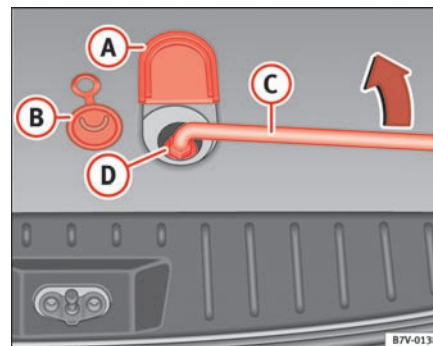

Fig. 153 Sådan tages reservehjulet ud.
1. Løft afdækningen ① ⇒ fig. 153 i bunden af bagagerummet ved siden af bagklaplåsen.
2. Træk ringen på gummitætningen ② opad.
3. Tag hjulnøglen ③ fra bilens værktøj.
4. Sæt hjulnøglen helt på bolten, og hold den i den position. Skub samtidig låseringen ④ nedad ⇒ .
5. Drej hjulnøglen ③ mod venstre, indtil du kan sætte reservehjulet, der hænger i et tov, bag bilen.
4. Tag hjulnøglen **C** ⇒ side 225, fig. 153, og skru boltene i bagagerumsbunden så langt mod højre, at det udskiftede hjul sidder fast mod undersiden af bagagerumsbunden ⇒ **!** i "Sådan tages reservehjulet ud" på side 225.
5. Luk åbningen med gummitætningen **B** ⇒ side 225, fig. 153, og læg afdækningen på igen **A**.